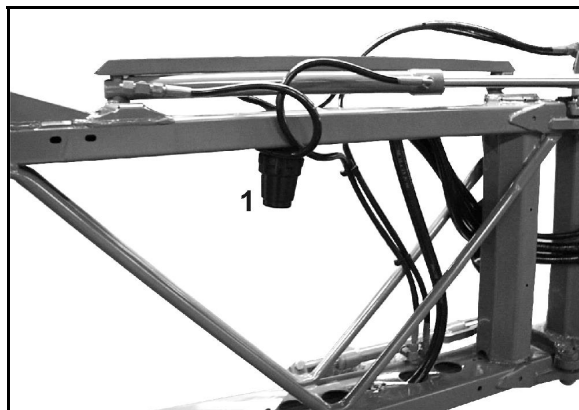

Bild 161
- Rengör ledningsfiltret (Bild 161/1) beroende på användningsförhållande var 3:e–4:e månad.